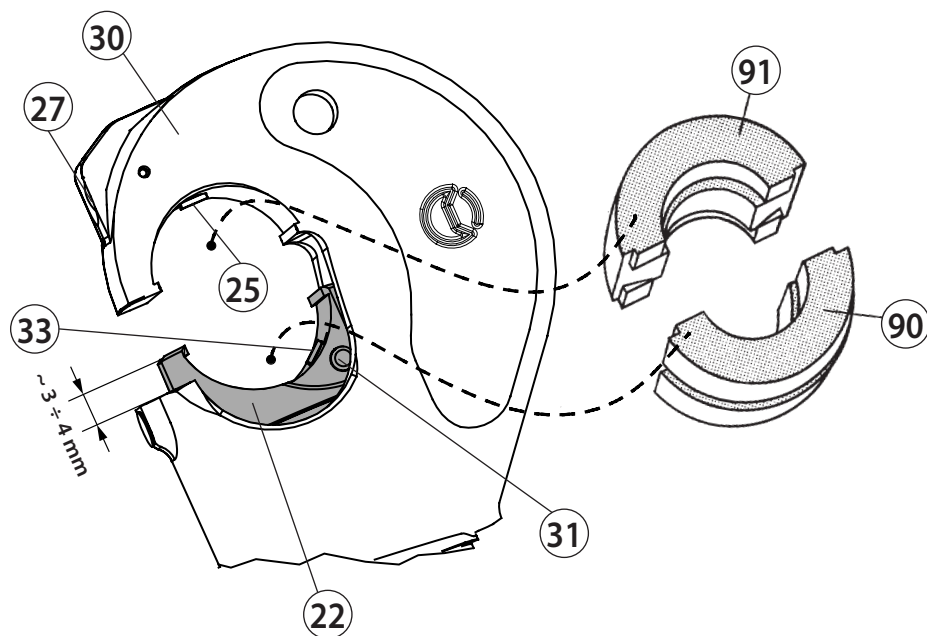

FIG. 2 INSERIMENTO MATRICI
- Tenendo premuto il grilletto (57) chiudere i manici a fondo; si otterrà così il ritorno del pistone con conseguente apertura delle matrici.
3. CAMBIO DELLE MATRICI (Rif. a Fig. 2)